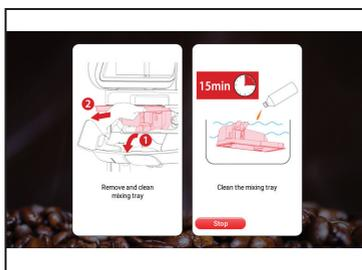

Fig. 6
5. Il display visualizzerà **PULIRE VANO RAFFREDDAMENTO PREMERE INVIO PER CONFERMARE**, premere **INVIO** per confermare e continuare. Il display mostrerà: **RIMUOVERE E PULIRE LA VASCHETTA DI MISCELAZIONE** (vedere la fig. 6).